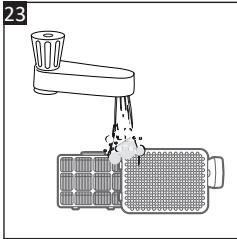

Рис. 23
4. Тримавши випускний повітряний фільтр (24) брудною стороною вниз, промийте його під краном теплою водою, доки вода не стане чистою (рис. 23). Промийте кришку отвору виходу повітря (25).